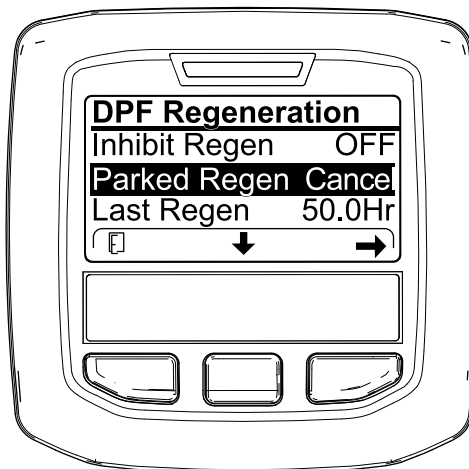
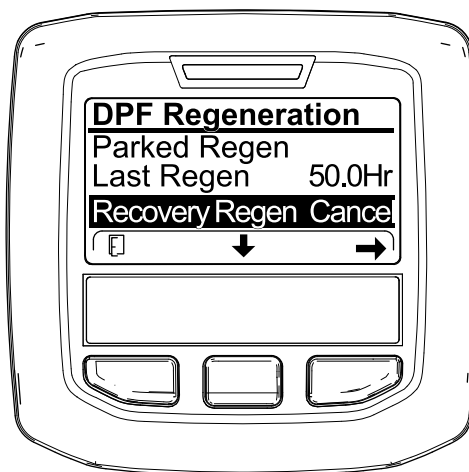

Рисунок 64
Рисунок 65
1. Перейдите к меню регенерации DPF (Рисунок 64).
2. Нажмите среднюю кнопку, чтобы перейти вниз к опции PARKED REGEN CANCEL (ОТМЕНА СТАЦИОНАРНОЙ РЕГЕНЕРАЦИИ) (Рисунок 64) или к опции RECOVERY REGEN CANCEL (ОТМЕНА ВОССТАНОВИТЕЛЬНОЙ РЕГЕНЕРАЦИИ) (Рисунок 65).
3. Нажмите правую кнопку для выбора опции Regen Cancel (Отмена регенерации) (Рисунок 64 или Рисунок 65).